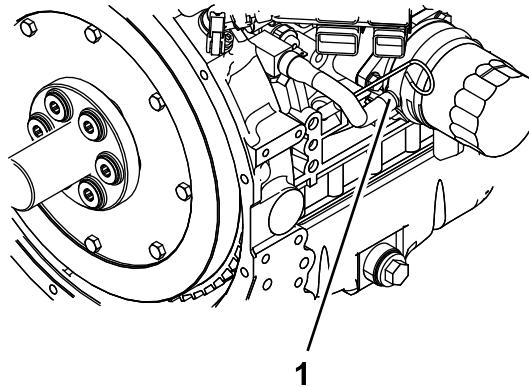

Figure 57
- 6. Débranchez le flexible de liquide de refroidissement du refroidisseur d'huile, et vidangez le liquide du bloc-moteur (Figure 57).